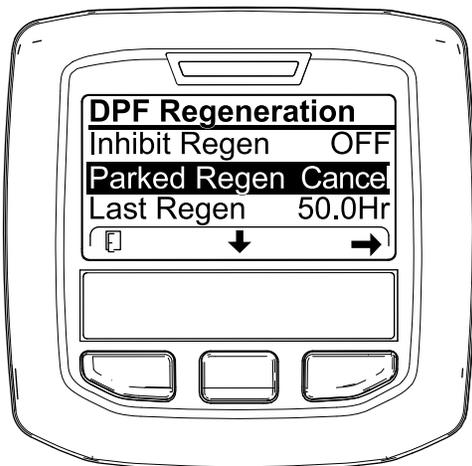

Bild 88
1. Zugreifen auf das Menü für die Regenerierung des Dieselpartikelfilters (Bild 88)
2. Drücken Sie die mittlere Taste, um auf die Option PARKED REGEN. CANCEL (Bild 88) oder RECOVERY REGEN. CANCEL zu navigieren (Bild 89).
3. Drücken Sie die rechte Taste, um den Eintrag „Regen. Cancel“ auszuwählen (Bild 88 oder Bild 89).